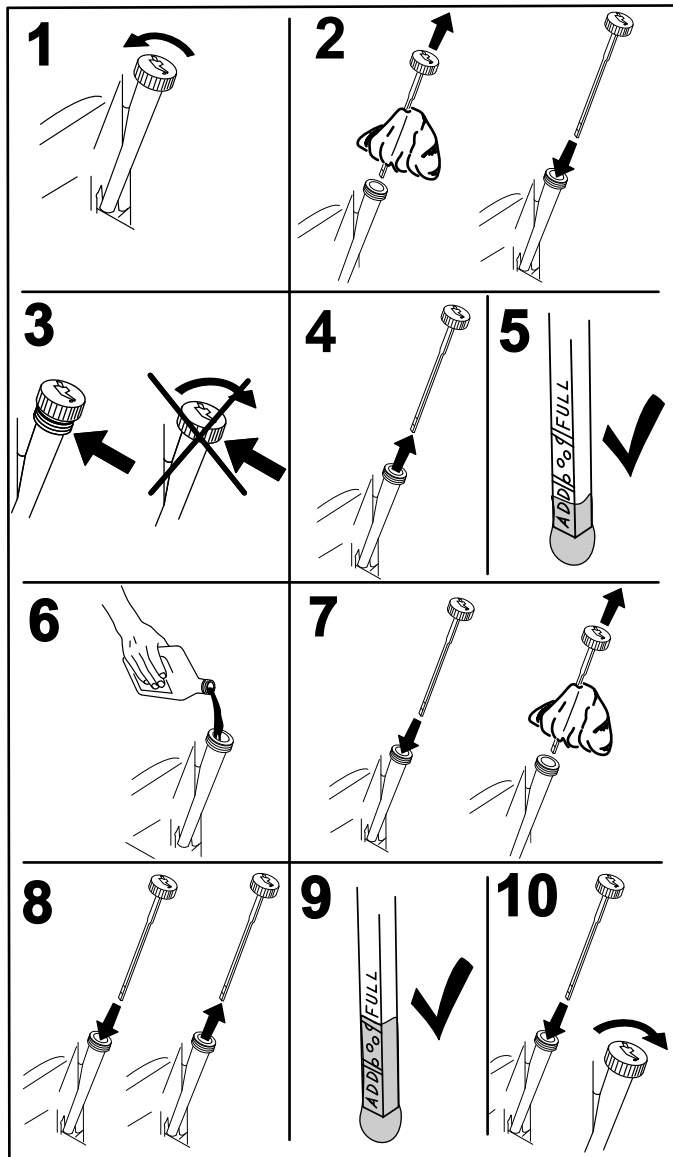

Figure 44
2. Avant de quitter la position de conduite, coupez le moteur, enlevez la clé de contact et attendez l'arrêt de toutes les pièces mobiles (Figure 44).